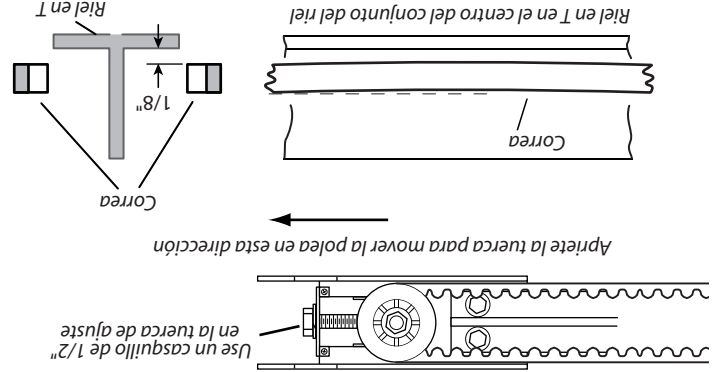

FIG. 1-4 Ajuste de la Correa.
2. Apriete la correa girando la tuerca de ajuste hacia la derecha. La tuerca de ajuste de la correa está localizada al lado opuesto de la caja de motor en el otro extremo del riel (Fig. 1-4).
3. Apriete la correa hasta que esta esté a aproximadamente 1/8 in (0,32 cm) arriba de la base del riel y en un punto medio del mismo (Fig. 1-4). No apriete la correa demasiado.